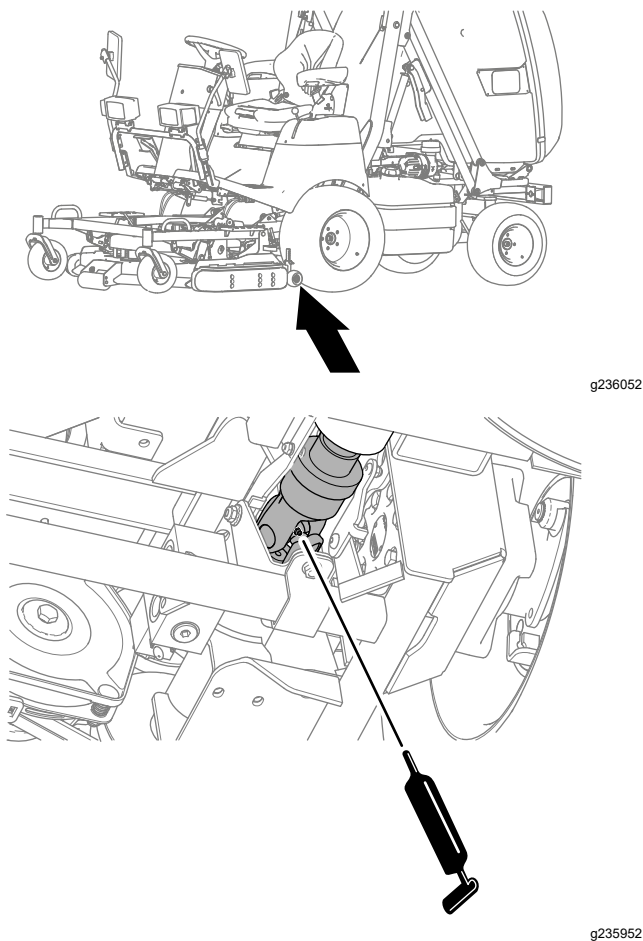

Figura 53
- Articulación en U trasera del árbol de transmisión en la toma de fuerza (Figura 53).